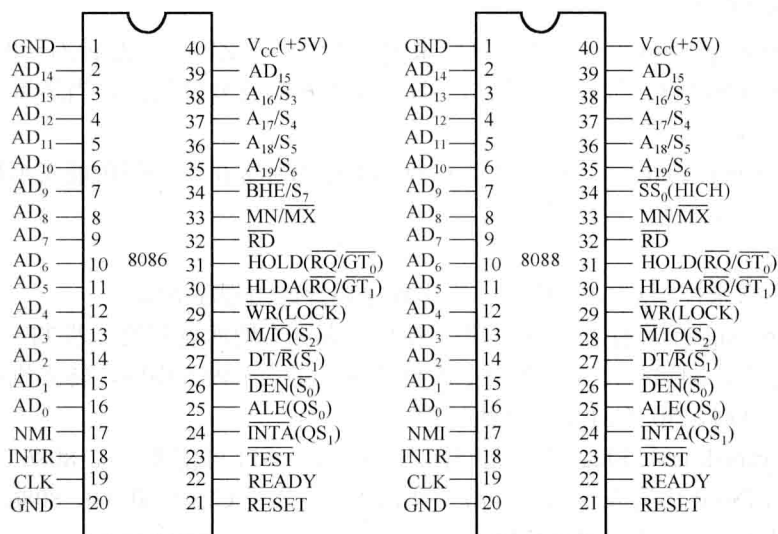

图 1-4 8086/8088 的引脚信号 (括号中为最大方式引脚名)
8086/8088 CPU 采用双列直插式的封装形式, 有 40 条引脚, 如图 1-4 所示。由于受集成电路制造工艺的限制, 芯片的引脚不能做得很多。为了解决功能与引脚的矛盾, 8086/8088 CPU 采用了分时复用的地址/数据总线, 所以有一部分引脚具有双重功能。为了适应不同的应用环境, 8086/8088 CPU 有两种工作方式: 最大方式 ( $\overline{\text{MX}}$ ) 和最小方式 (MN), 这由引脚 33(MN/ $\overline{\text{MX}}$ ) 加以控制。最小方式适用于单微处理器组成的小系统, 在这种系统中, 所有的总线控制信号都直接由 8086/8088 产生。最大方式适用于多微处理器组成的大系统, 它包含两个或多个微处理器, 其中一个就是 8086/8088, 称为主处理器, 其他处理器则称为协处理器。